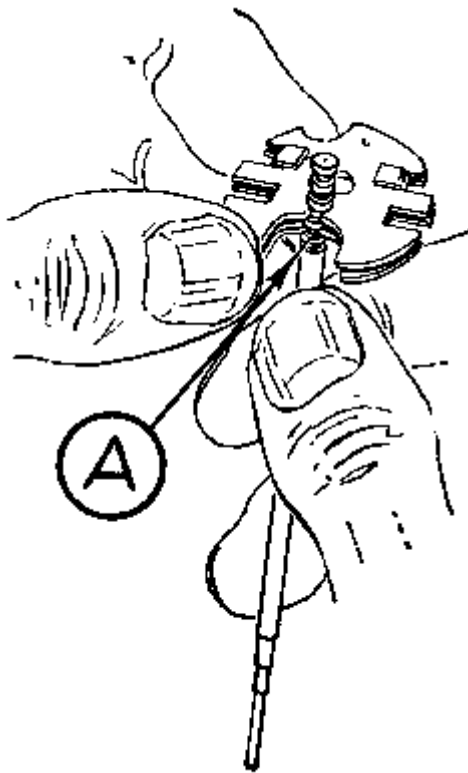

Bild 17a. Bei der Einstellung der Teillastnadel bzw. Bezeichnung der Nadelstellung ist zu beachten, daß *die* Raste zählt, welche in die untere Scheibe des
Nadelhalters einrastet. Die auf Bild 17a gezeigte Stellung (A) entspricht demnach der Nadelstellung 4